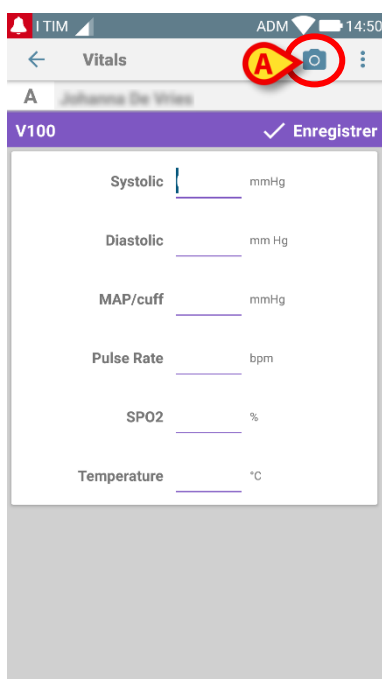
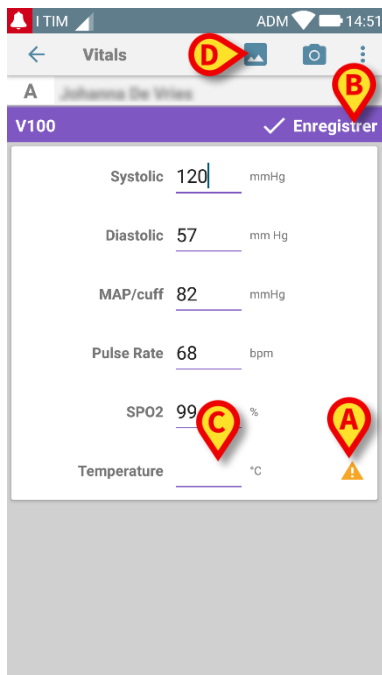
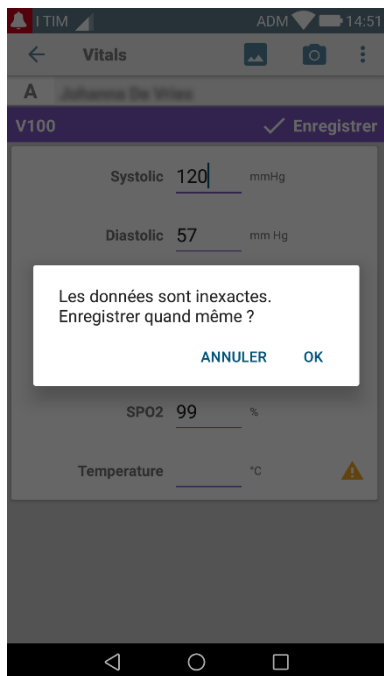
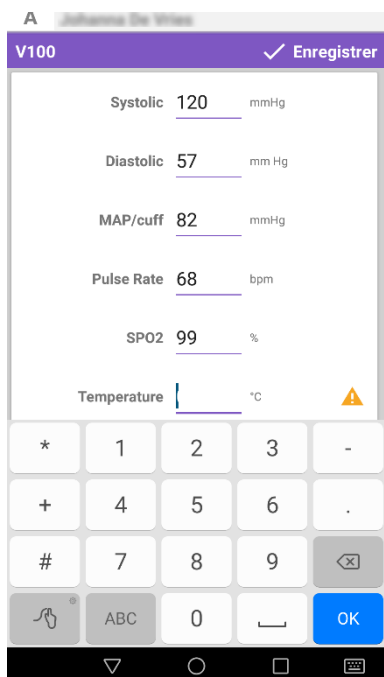

Fig. 86
Fig. 90
Fig. 91
Fig. 92
L'écran de saisie des données sera affiché (Fig. 86).
- Appuyez sur l'icône  en haut à gauche de l'écran (Fig. 86 **A**)
Une fois que la photo est prise, elle est traitée par ROC et le résultat est utilisé pour remplir les champs de l'écran de la Fig. 86 avec les données lues par l'appareil montré dans la Fig. 84. La fenêtre suivante s'ouvre (Fig. 90).
Si l'un des résultats de la ROC est en dehors de la plage valide, l'icône ⚠ apparaît à côté du paramètre en question (Fig. 90 **A**). Cela se produit parce que la ROC n'a pas été capable de reconnaître les valeurs affichées par le moniteur V100 ou parce que le moniteur lui-même n'affichait aucune valeur. Le bouton de la Fig. 90 **D** montre la photo acquise.
- Appuyez sur le Bouton **Save** [sauvegarder] en haut à droite de l'écran (Fig. 90 **B**). Si toutes les valeurs ne sont pas prises en compte dans la plage d'acceptation (c.-à-d. l'icône ⚠ s'affiche), alors le module Vitals demande à l'utilisateur de confirmer (Fig. 91):
- Appuyez sur l'endroit où la valeur manquante doit être insérée (Fig. 90 **C**). Étant donné qu'une valeur numérique est attendue, un clavier numérique s'affiche pour entrer la valeur souhaitée (Fig. 92):